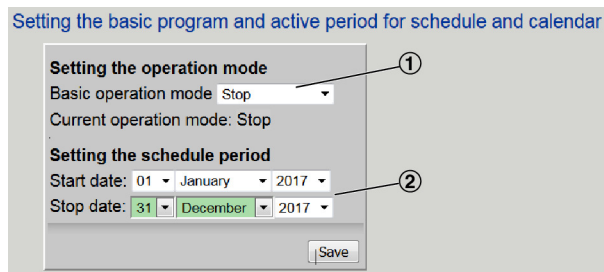

Рис. 45: Установка «базовой программы».
- ▶ Выберите базовый режим работы (Рис. 45/1)
- ▶ Установите дату начала и дату окончания (Рис. 45/2) для функции календаря.